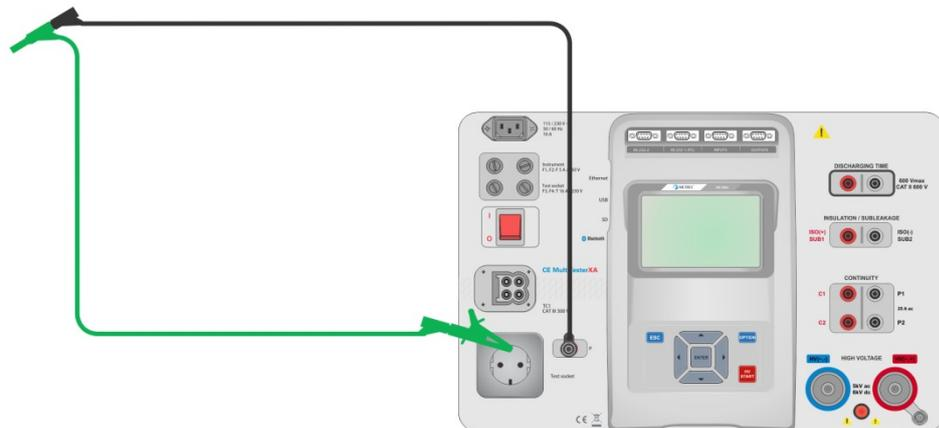

Abbildung 6.20: Kurzgeschlossene Prüflleitungen
- › Schließen Sie das Prüfkabel am Messgerät an und schließen Sie die Prüflleitungen miteinander kurz, siehe *Abbildung 6.20*.